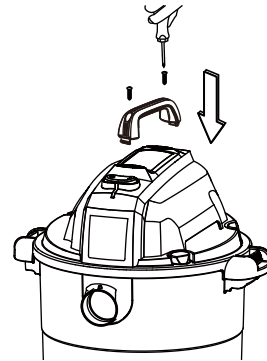

Fig. 2
5. Inserte la manilla **9** en las ranuras ubicadas en la parte superior del cabezal de alimentación **2** y asegúrela usando los tornillos **10** incluidos. No apriete demasiado los tornillos **10**. **Fig. 2**.